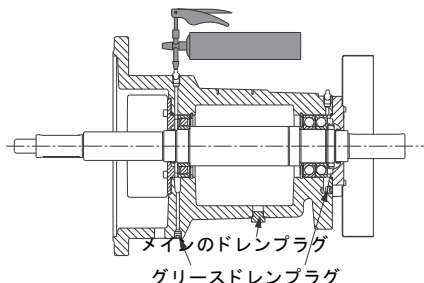

図 33 グリースの交換
1. 古い余剰のグリースを除去するため、ベ어링・ブラケット下部のメインのドレンプラグ（図 33 参照）を取り外して1時間運転してください。
2. グリースドレンプラグを取り外します。図 33 参照。